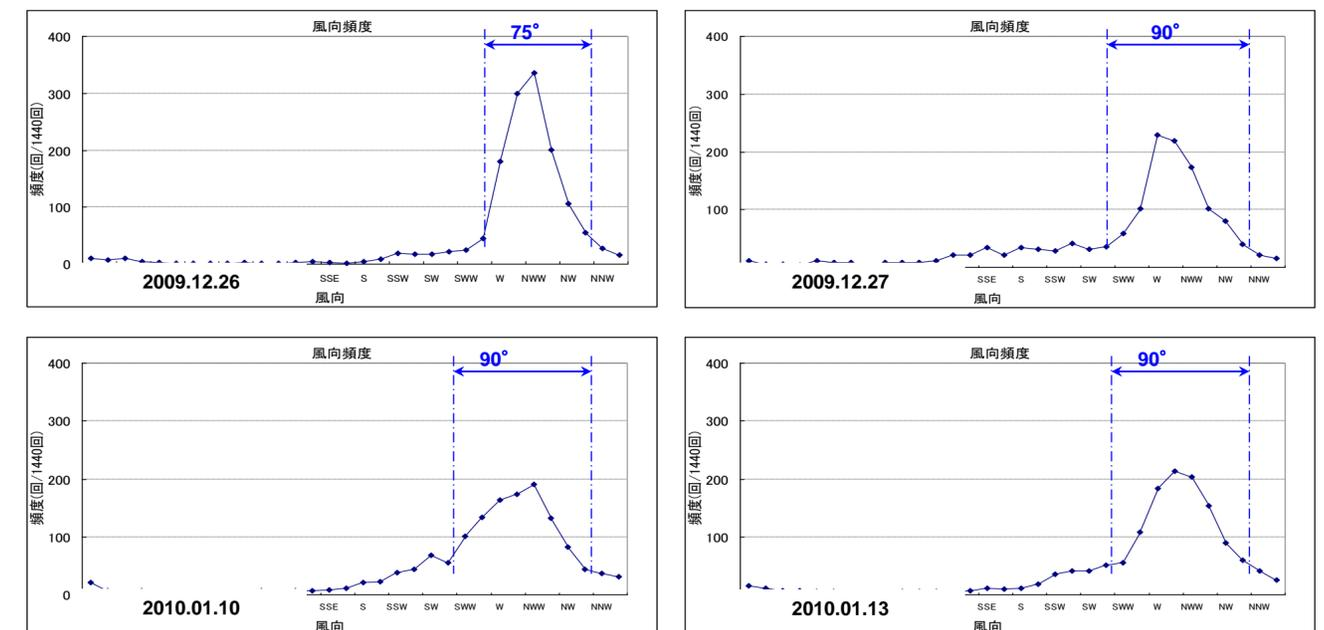

図3 一日の風速頻度分布例(データ:上海・冬)
- 図3から分析すると、風向は当日の卓越風向の近い範囲内で(ほぼ  $\pm 45^{\circ}$  以内)変動する。